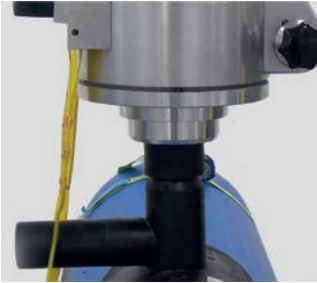
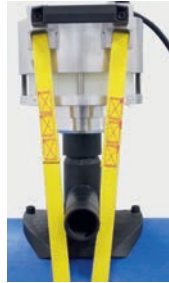

Abb. 3
Abb. 4
- Setzen Sie, wie in Abb. 3 dargestellt, das Gehäuse **(2)** der FRIATOP Aufspannvorrichtung auf den Adapter und das Formstück auf. Hat das FRIALEN TL-Sattelformstück einen Abgangsstutzen, muß dieser zwischen dem geteilten Gurtende positioniert werden (siehe Abb. 4).